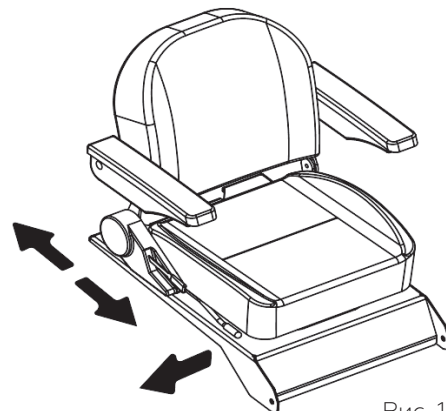

Рис. 12
3. Отпустите рычаг регулировки. Перед началом эксплуатации убедитесь, что сиденье зафиксировано в нужном положении (рис. 12).